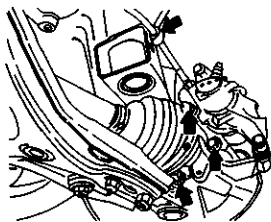

图 3-136 拧下制动
4) 旋下制动钳紧固螺栓 (拧紧力矩  $70\text{N}\cdot\text{m}$ ), 如图 3-136 所示。取下制动盘。
5) 取下制动软管支架, 并用铁丝将制动钳固定在车身上 (见图 3-136 中上部箭头所示)。注意: 不要损坏制动软管。
6) 拆下球头销紧固螺栓 (见图 3-136 中下部箭头所示)。